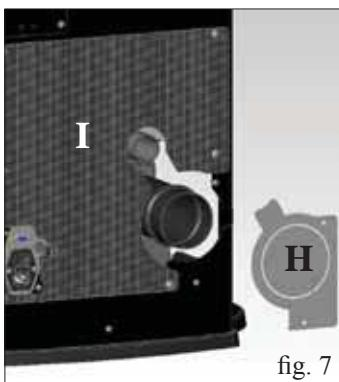

fig. 7
- Cerrar la portilla y quitar los perfiles traseros de chapa (G - fig. 7).
- Quitar la encimera de cristal apoyada (H - fig. 7).
- Retirar el lateral de acero, fijado a la estructura de la estufa con 2 tornillos (X - Fig. 7) para eliminar , deslizándolo por arriba (I - fig. 8).
- Quitar el diafragma (H - fig. 7) y si fuese necesario también la parte trasera inferior perforada (I - fig. 7).